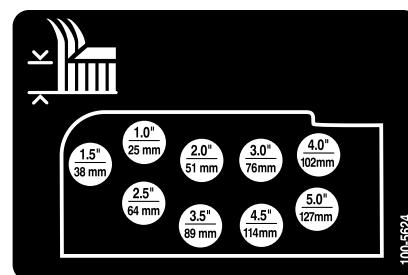

Bild 25
10. Montieren Sie die Schnitthöhenketten im gewünschten Schnitthöhenloch und befestigen Sie sie mit dem Splint und dem Lastösenbolzen (Bild 25).